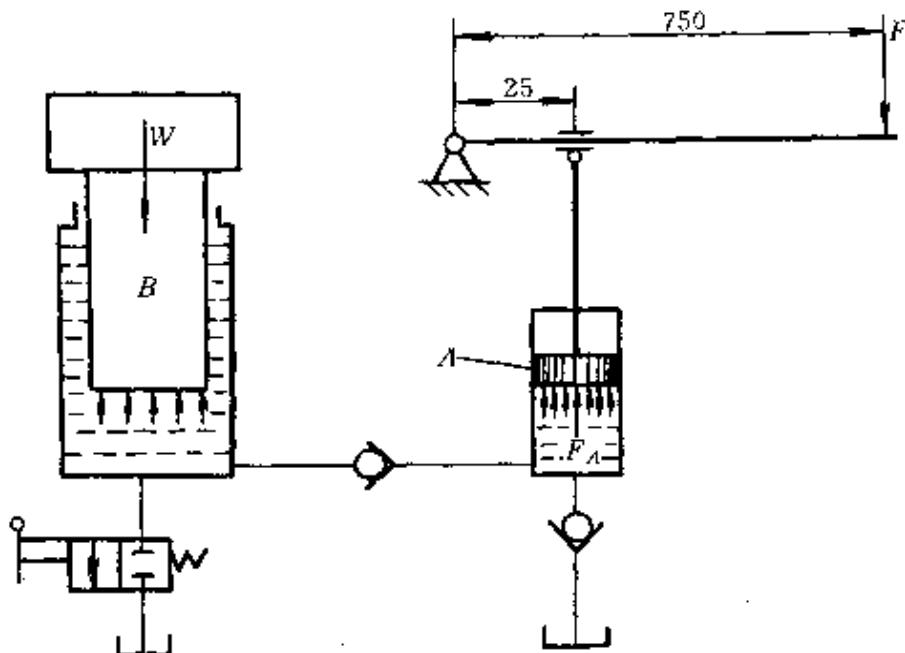

图 1-8 液压千斤顶原理图
**例 2** 一液压千斤顶，活塞 A 的直径  $D_A=1.3\text{cm}$ ，柱塞 B 的直径  $D_B=3.4\text{cm}$ ，杠杆长度如图 1-8 所示，问杠杆端应加多大力才能提起  $49\text{kN}$  的重物？